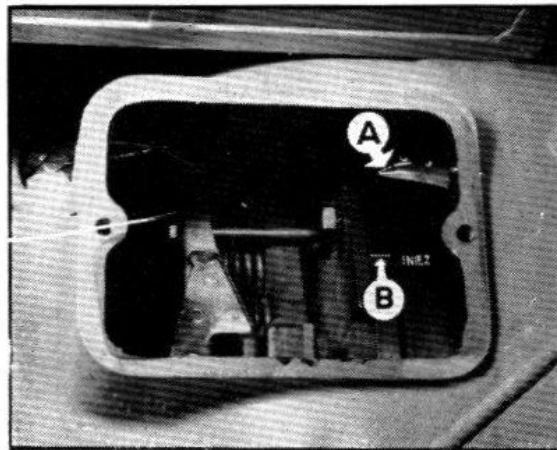

Fig. 28. — Repérage du point d'injection sur le volant moteur.
## 11° Calage de la pompe à injection (fig. 28 et 29) :
- 4° Faire tourner le vilebrequin moteur, jusqu'à ce que le repère « FINE INIEZ » (rep. B fig. 28), gravé sur le volant, corresponde exactement avec l'index fixe (rep. A, fig. 28) (ce repère est situé 5° avant le point mort haut).
- 7° Contrôler, si à ce moment, le repère « FINE INIEZ », gravé sur le volant, coïncide avec l'index fixe (A) (fig. 28).